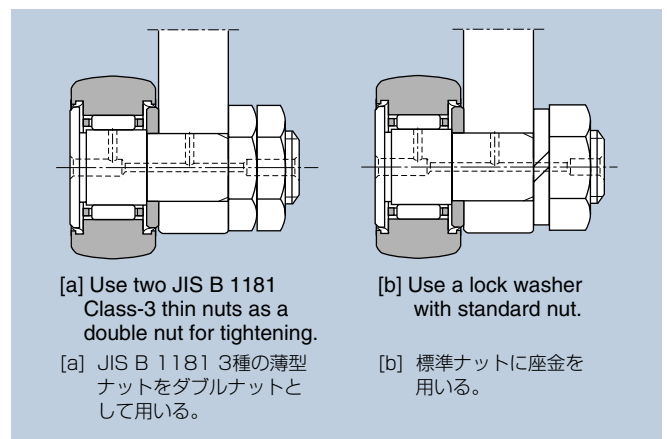

Fig.5
- (4) In applications where the stud and nut may loosen due to a wide amplitude of vibration during operation, **NTN** recommends the mounting methods illustrated in **Fig. 5**.
- (4) 特に振動の激しい使用条件で取付け用のねじの緩む恐れのある場合は、図5のような方法がある。